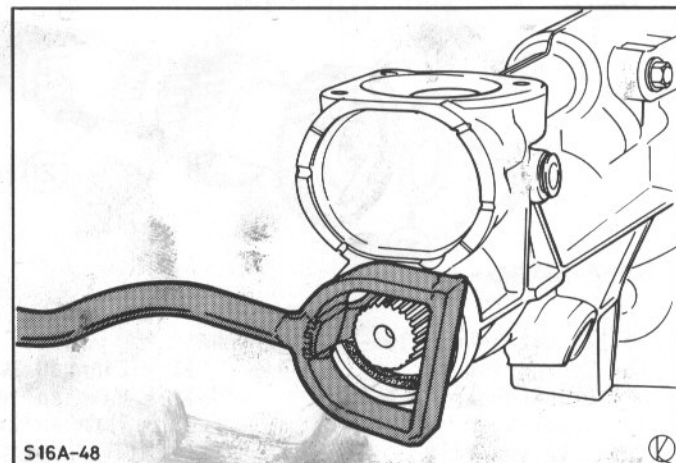

Abb.115 Radialdichtring mit Spezialwerkzeug ausbauen
5. Radialdichtring mit Spezialwerkzeug 21-051 aus der Getriebeverlängerung ausbauen, Abb.115.